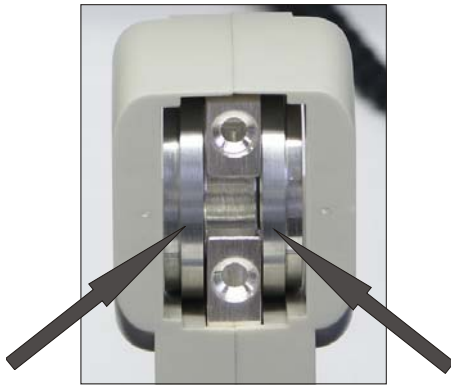

Fig. 1 Alojamiento del cabezal de medida con los discos de montaje en su lugar
- Se insertan los discos de montaje a la derecha y la izquierda del alojamiento del cabezal de medida (ver Fig. 1).